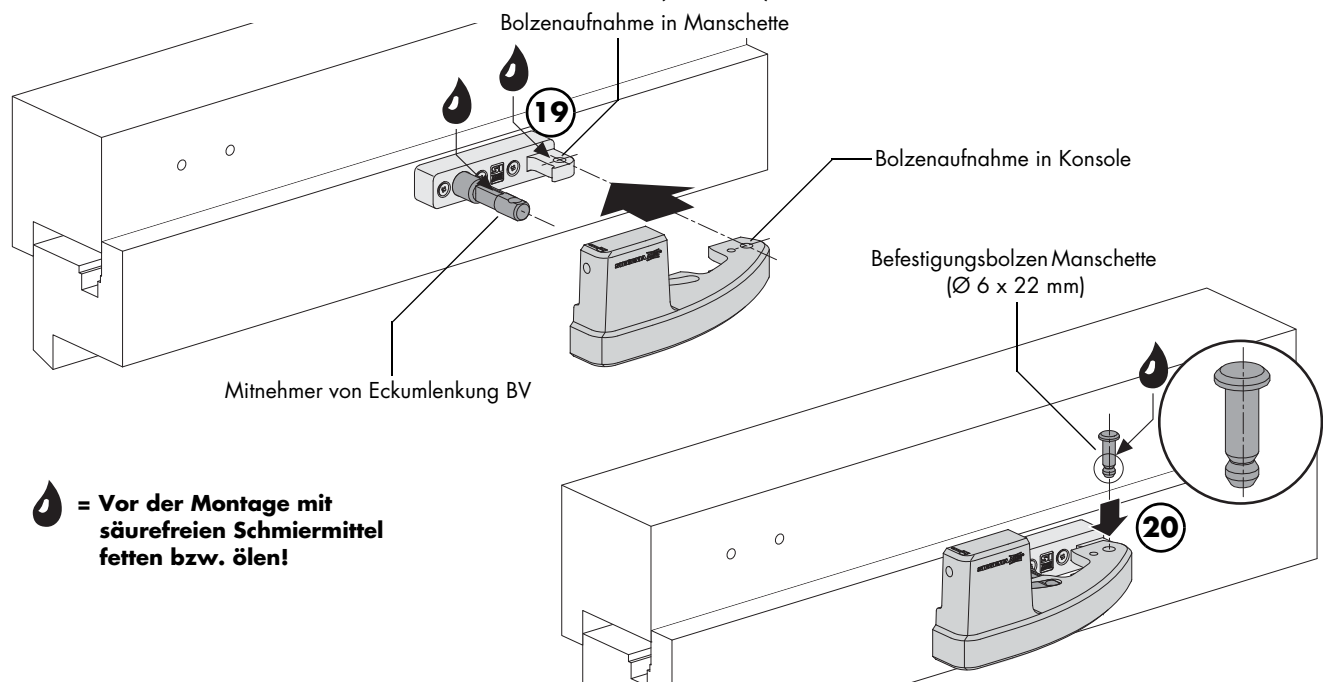

Abb. 19 - 20: Montage Konsole mit Manschette
- I. Konsole über die Bolzenaufnahme an der Manschette positionieren (Abb. 19).